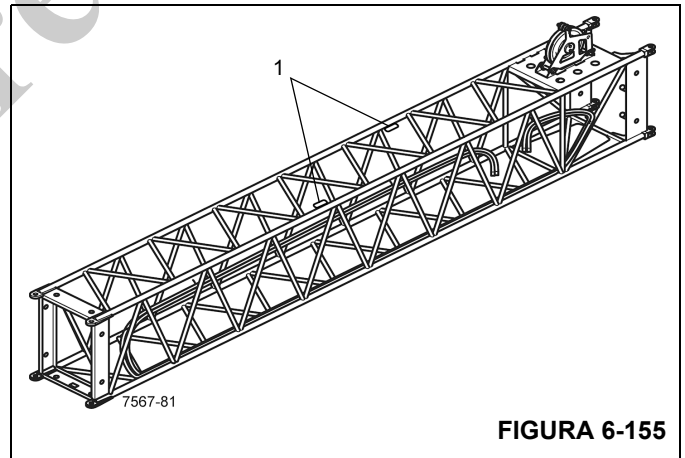

FIGURA 6-155
3. Conecte una eslinga en las dos orejetas de elevación (1) (Figura 6-155).
3. Conecte una eslinga en las dos orejetas de elevación (1) (Figura 6-155) y eleve el inserto lo suficiente para eliminar la carga de los pasadores de conexión.